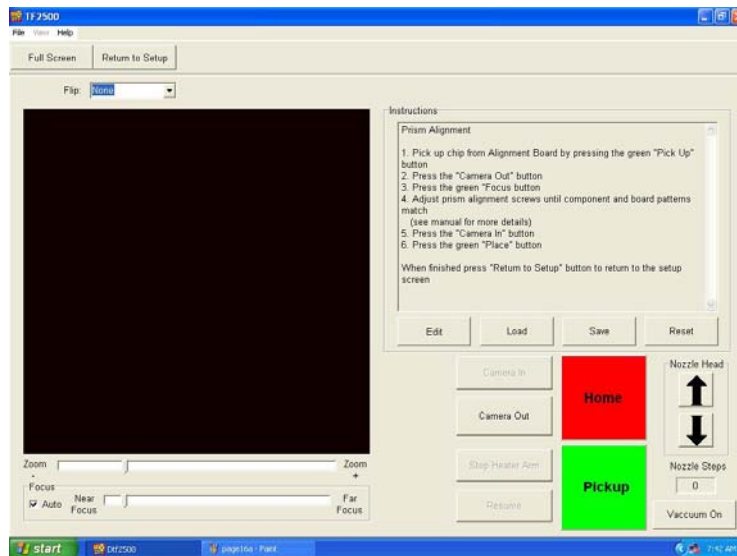

Figura 10
- iii. El monitor muestra ahora la pantalla de calibración. (Figura 10)